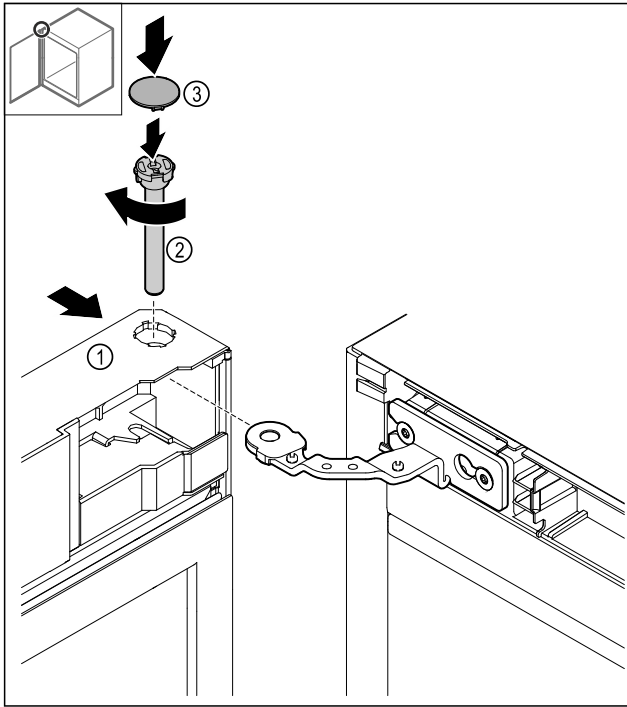

Fig. 39
- ▶ Spingere la porta Fig. 39 (1) in alto sulla cerniera.
- ▶ Inserire i bulloni e Fig. 39 (2) fissarli ruotandoli in senso orario.
- ▶ Applicare la copertura Fig. 39 (4).